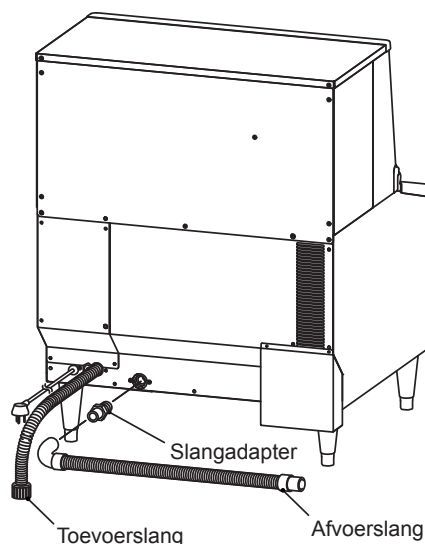

Afb. 2
* Om terugstromen van afvoerwater naar de bunker te voorkomen, moet de afvoerslang worden geplaatst zoals in afb. 2.